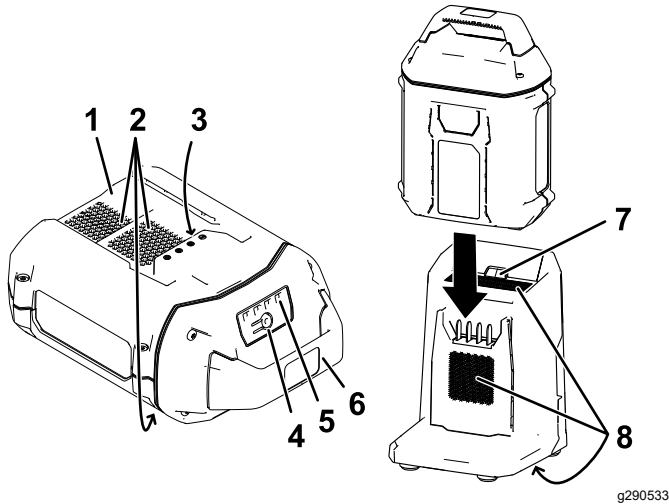

Figure 14
2. Placez le creux de la batterie (Figure 14) en face de la languette du chargeur.
3. Glissez la batterie dans le chargeur jusqu'à ce qu'elle soit complètement enclenchée (Figure 14).